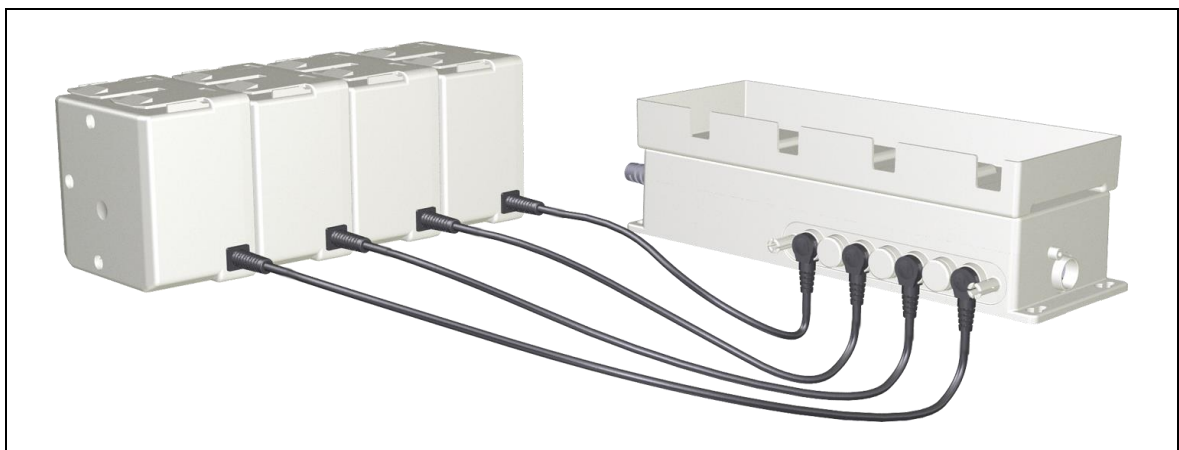

Abbildung 10 Laden von vier Einheiten des AG7 an der separat erhältlichen Ladestation
- Der AG7 / AG9 wird je nach Ausführungsvariante, durch die integrierte Elektronik in der Steuerung oder im Antriebssystem bzw. der AG7 durch eine separat erhältliche Ladestation (siehe Abbildung 10) automatisch geladen.
Der AG7 / AG9 wird über den Antrieb oder die Steuerung, an der er angeschlossen ist, aufgeladen. Ein Aufladen des AG7 über eine externe Ladestation ist ebenfalls möglich (siehe Abbildung 10).